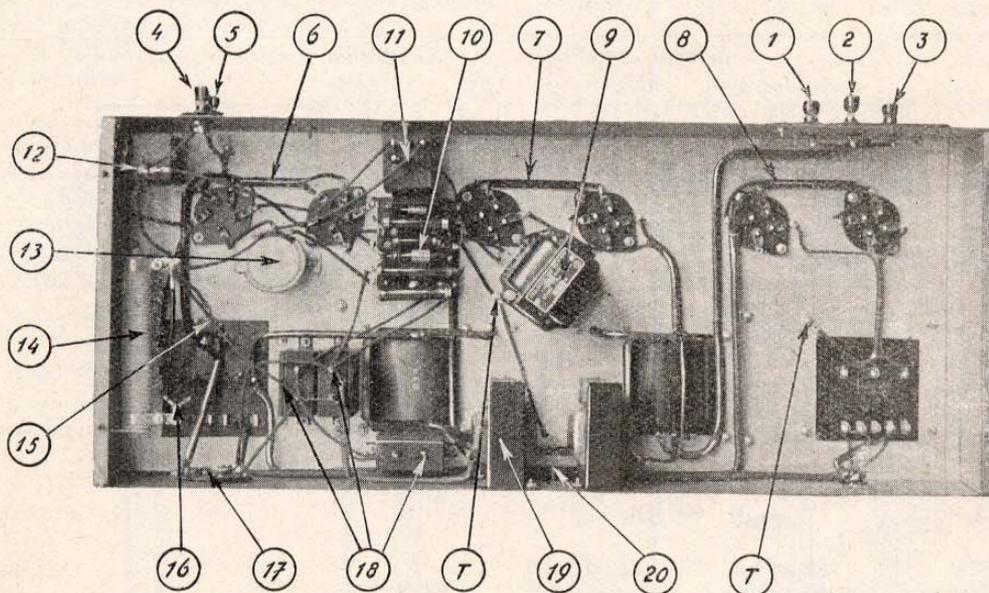

FIG. 11. - Vista inferiore dello chassis dell'amplificatore G. 15-A.
stata dalla sua posizione primitiva e sostituita con un'altra dalle stesse caratteristiche ma schermata (N. 104). La posizione di questa è molto critica nei riguardi del livello di ronzio all'uscita, e consigliamo perciò di attenersi scrupolosamente a quanto mostrato dalla fotografia a fig. 11.
S'inizierà il montaggio degli zoccoli, ricordando che le prese dei filamenti devono essere orientate verso la fronte anteriore dello chassis (fig. 11 - N. 6-7-8). Si monteranno poi le piastrine coi relativi morsetti di entrata e di uscita e il morsetto di terra (figura 11 - N. 1-2-3-4-5) e sotto uno dei dadi di fissaggio della piastrina di entrata verrà fissato un terminale per i collegamenti a
terra, interponendovi una ranella spaccata per migliorare il contatto. Poi si fisseranno i due blocchi di condensatori 3×1 MF (N. 11-12), e i tre condensatori da 1 MF-1500 V. (N. 18). Il potenziometro (13) nel cui perno si sarà praticato preventivamente un taglio per l'introduzione del cacciavite, verrà montato mantenendolo isolato mediante le ranelle di ebanite sull'apposito supporto metallico; l'insieme sarà poi fissato allo chassis. Converterà ora raddrizzare lo chassis e fissare il trasformatore 215, l'impedenza 319, i due blocchi 2 MF-2000 V., il trasformatore di uscita 348 S, il trasformatore 216; sotto un dado di quest'ultimo verrà stretto un terminale per i collegamenti a massa (fig. 11-T). Poi si fisserà l'impedenza 104 (9) fissando sotto un dado un altro terminale per i collegamenti a terra; poi le due impedenze (19), lo zoccolo per la presa delle tensioni per il preamplificatore, la resistenza 750 Ohm, 10 W che verrà fissata mediante le apposite squadrette. Si fisserà poi la basetta di supporto delle resistenze e condensatori (10) in cui si saranno saldate preventivamente le parti componenti secondo lo schema della fig. 12.